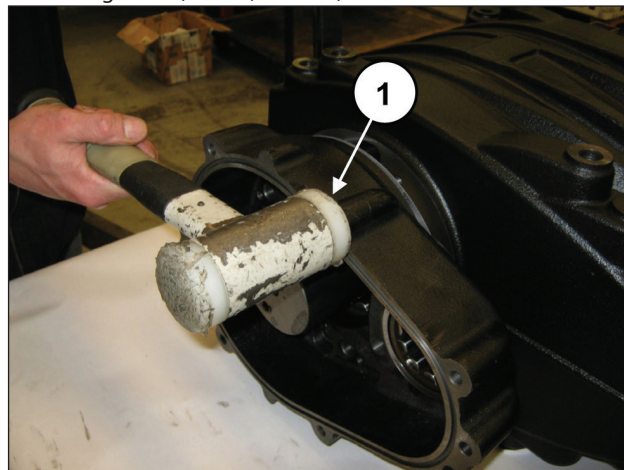

Abb. 65
des Schlagwerks (Pos. ①, Abb. 65).